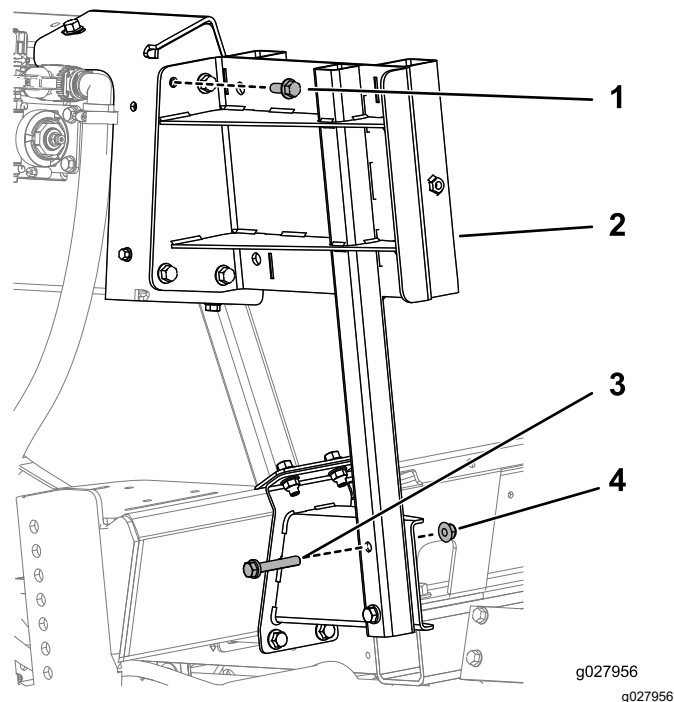

Figure 13
5. Fixez la patte de support d'appui de dévidoir aux supports supérieur et inférieur au moyen de 4 boulons ($\frac{3}{8}$ "-16 x 1"), 2 boulons ($\frac{3}{8}$ "-16 x $2\frac{1}{4}$ ") et 6 écrous à embase ($\frac{3}{8}$ "-16), comme montré à la Figure 13.